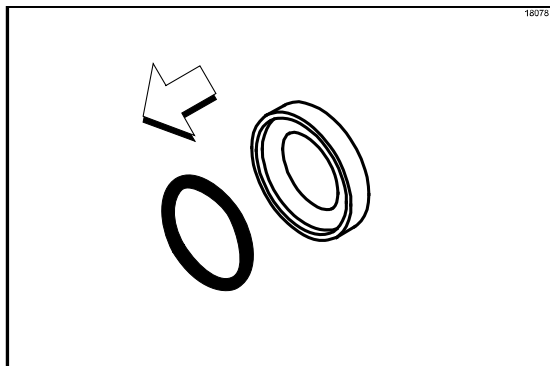

Figure 77
8. Retirer le joint torique du joint (Cf. Figure 77).